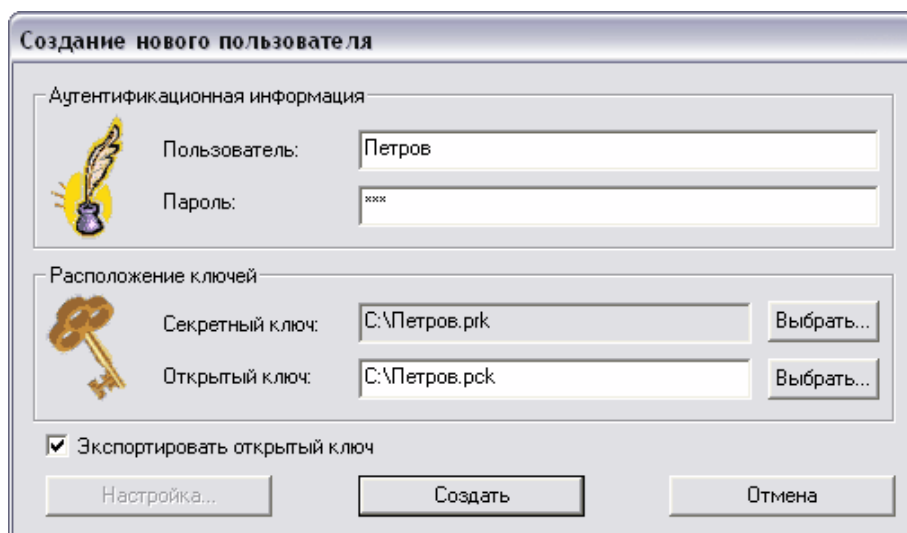

Рис. 118
- Для создания новой пары ключей нажмите на кнопку **Создать....** После этого в появившемся диалоговом окне введите информацию для генерации секретного и открытого ключей (Рис. 118).
5. После ввода всех нужных параметров нажмите на кнопку **Создать** (Рис. 118).